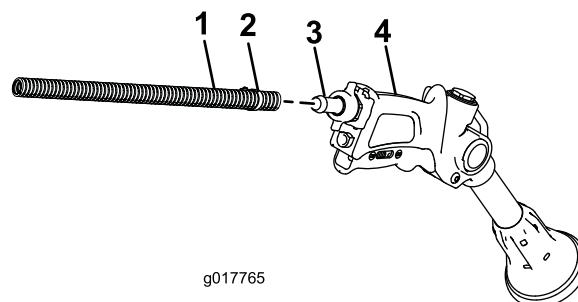

Figura 15
2. Collegate l'estremità libera del flessibile lungo al raccordo sulla pistola a spruzzo (Figura 15).